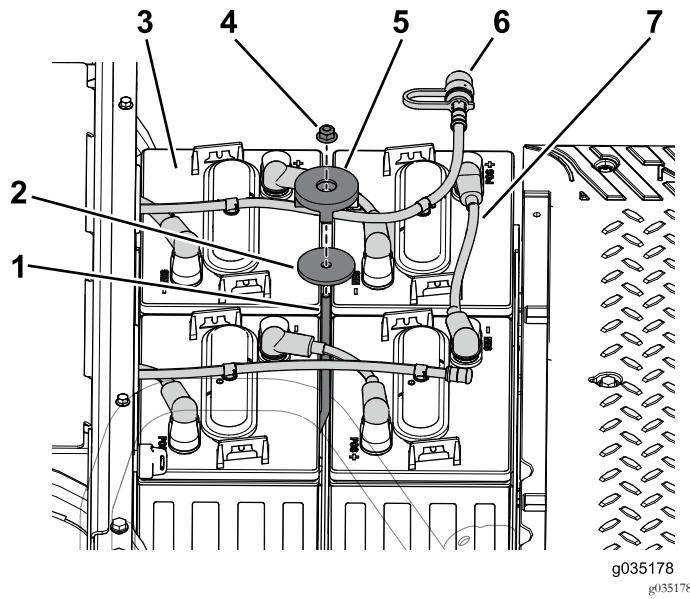

图 57
1. 卸下将电池固定到前电池托盘的凸缘螺母、电池压紧装置和垫圈 图 57。
2. 断开前电池托盘中电池的浇水软管 图 57。